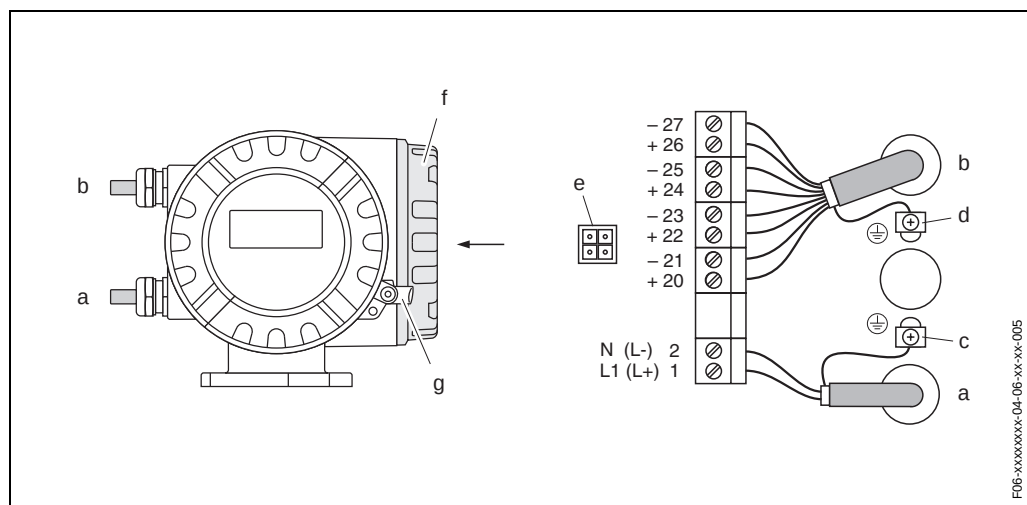

Fig. 32: Conectando o transmissor (alojamento de aluminio). Secao transversal do cabo: max. 2.5 mm²
- Diagrama de ligacao (alojamento de aluminio) → Fig. 32